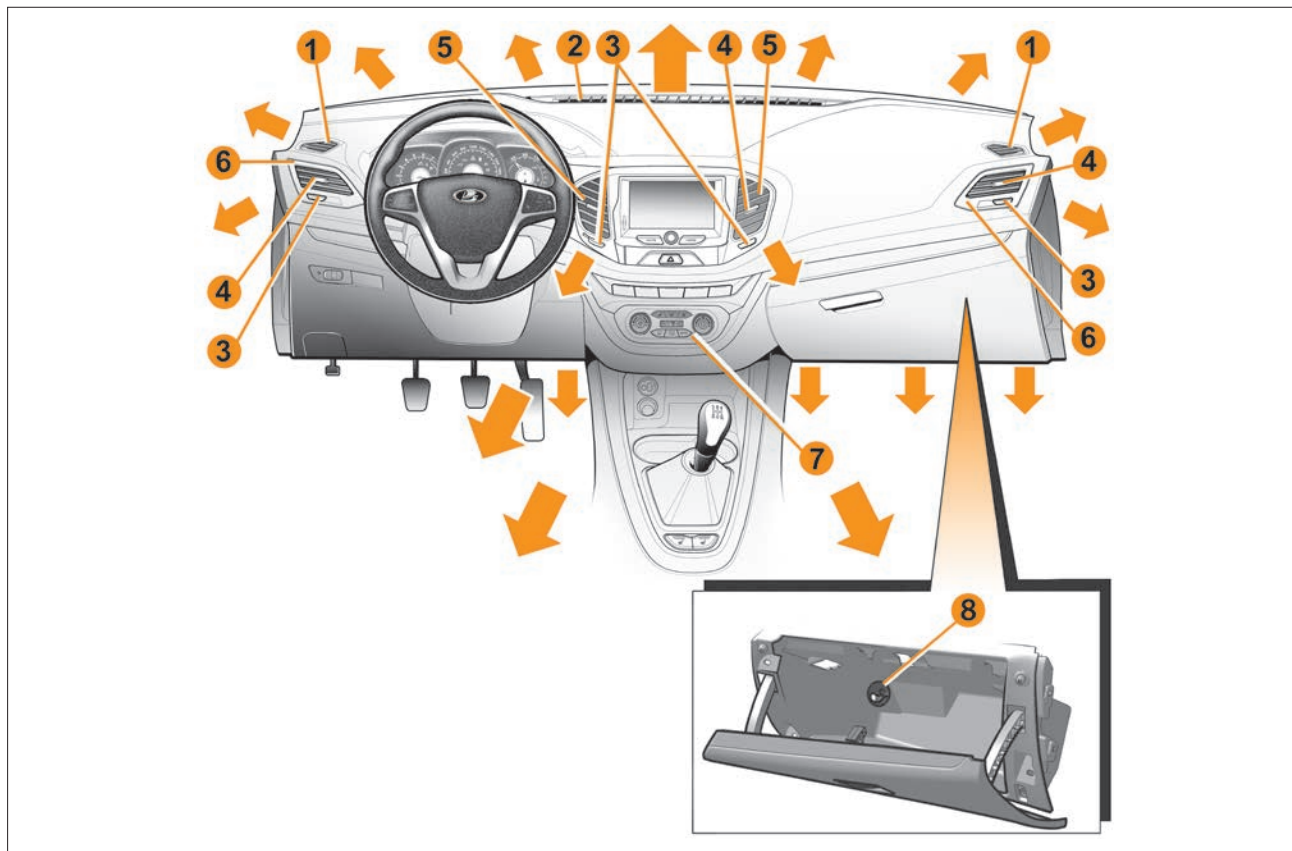

Рис. 3. Органы управления системой вентиляции и отопления салона
- 1 – сопла обдува (обогрева) боковых стекол (стр. 57, рис. 3);
**8** – поворотная заслонка воздуховода охлаждения вещевого ящика (рис. 3).